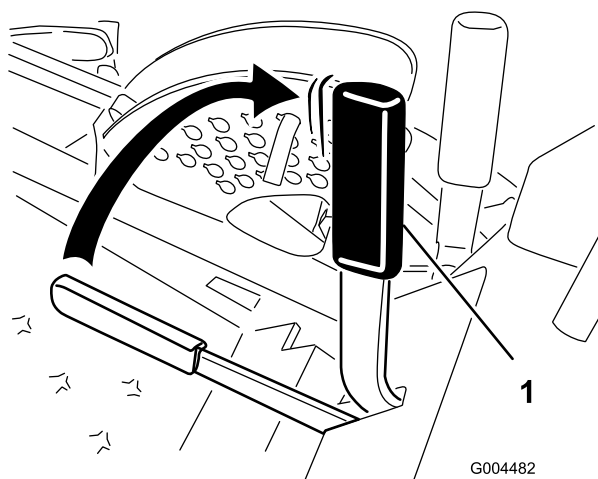

図 16
2. 駐車ブレーキ (図 16) を後ろに引き上げて、駐車ブレーキを掛ける。駐車ブレーキ・レバーが確実に固定されたのを確認する。
ブレーキ・レバーを前に倒して解除する(図 16)。